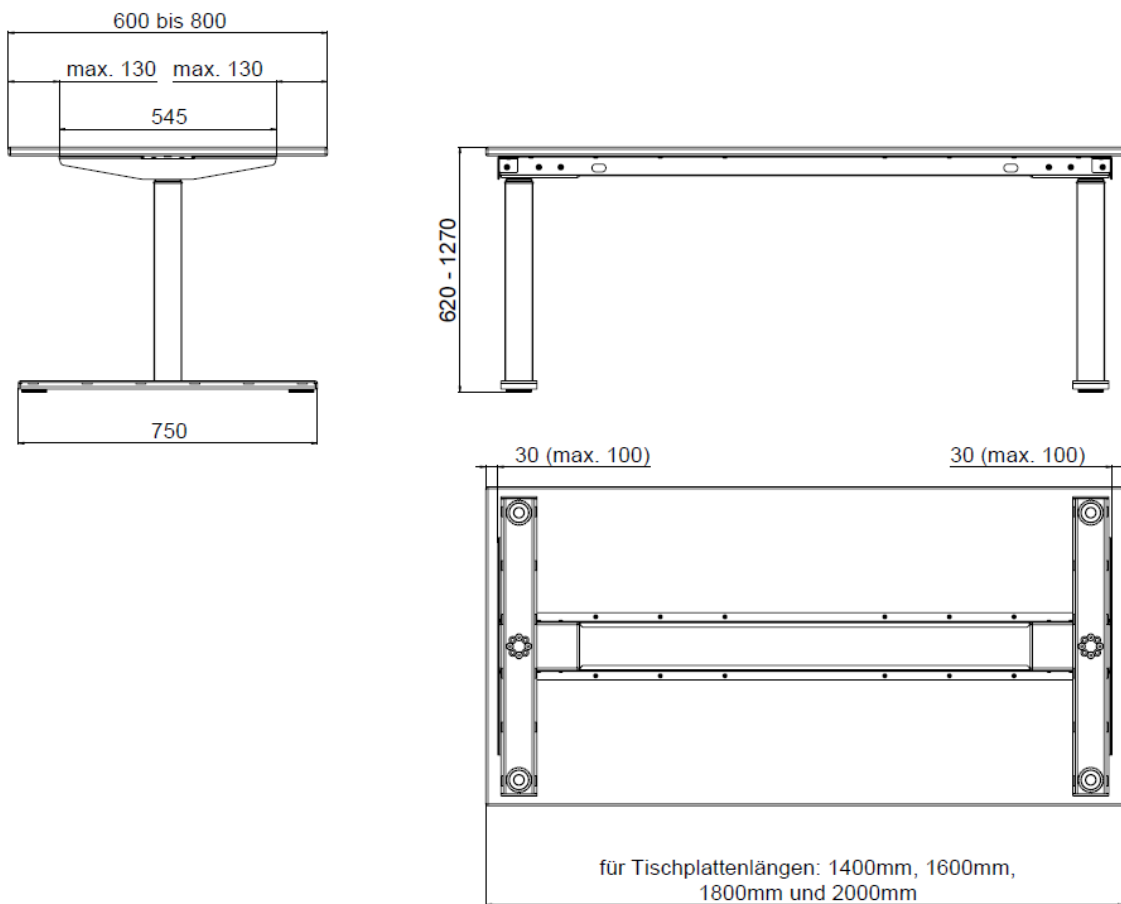

Abbildung 22 Platzierung des Hubsäulen-Systems zur Tischplatte
- Der seitliche Überstand der Tischplatte über das Hubsäulen-System sollte auf jeder Seite einen Wert von 100 mm nicht überschreiten, siehe Abbildung 22.